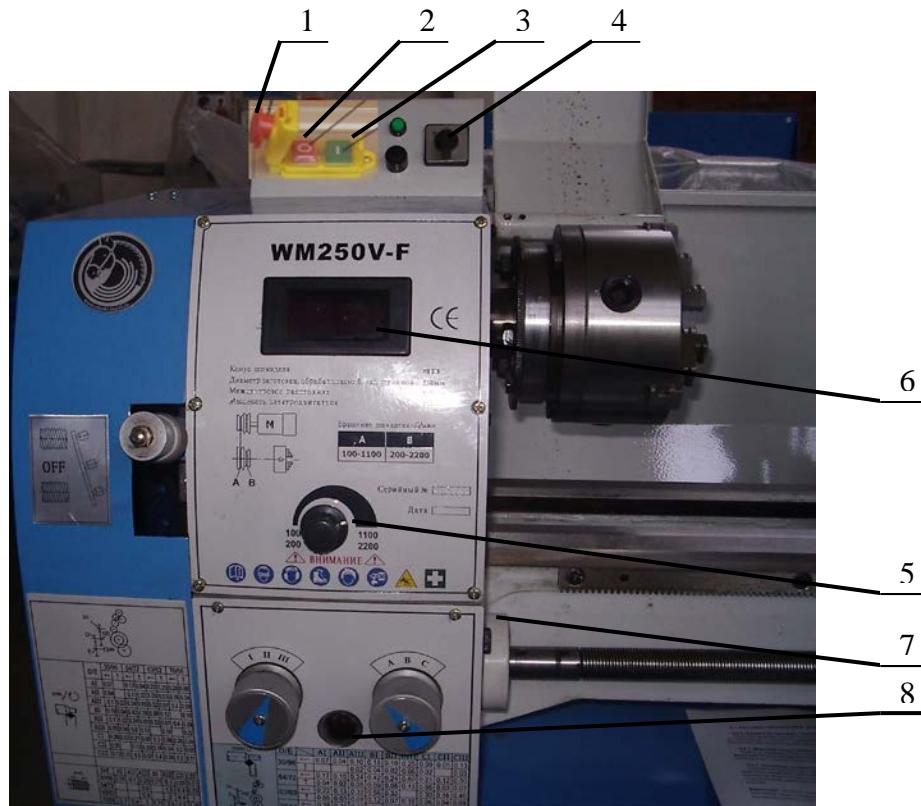

Рисунок 7
Откройте крышку-кнопку 1 (рисунок 7). Включение станка производится кнопкой 2 (рисунок 7), отключение – кнопкой 3 (рисунок 7) или переключателем 4 (рисунок 7) установкой его в положение «0». Станок может быть остановлен в экстренном случае нажатием на крышку-кнопку
Перед включением станка переведите переключатель 4 (рисунок 7) в положение «F» для вращения шпинделя против часовой стрелки (вперед) или - в положение «R» для вращения шпинделя по часовой стрелке (назад). Положение «0» - «выключено», станок не включается.
Поворотом регулятора 5 (рисунок 7) по часовой стрелке происходит увеличения скорости вращения шпинделя, при повороте против часовой стрелки - уменьшение скорости вращения шпинделя. Фактическая скорость вращения шпинделя отображается на дисплее 6 (рисунок 7). Определенный диапазон скоростей зависит от положения приводного ремня на шкивах коробки передач.
8.1 Заполните резервуар коробки подач через заливное отверстие 7 (рисунок 7) жидким маслом до отметки на маслоуказателе 8 (рисунок 7). В процессе работы постоянно проверяйте уровень масла, при необходимости долейте до нужного уровня. После первых 3-х месяцев эксплуатации слейте масло полностью и залейте свежее. Слив масла производится через отверстие (С, рисунок 27). В дальнейшем меняйте масло ежегодно.